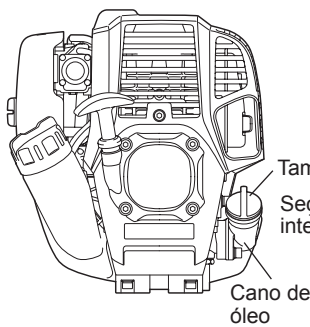

Fig. 1
- Ajuste o nível do motor, remova a tampa de óleo (Fig. 1), e verifique se há ou não óleo na faixa entre as marcas de limite superior e inferior do cano de óleo (Fig. 2).